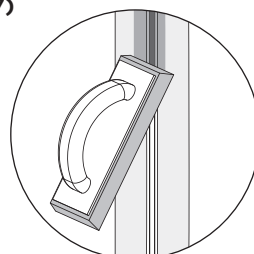

Fig. 17
- 7.4 Appliquez le coulis à l'aide de l'applicateur en caoutchouc en utilisant le côté de 4 po pour remplir complètement le joint. Veillez à rester sur le ruban à masquer, afin d'éviter d'égratigner le panneau. **(Fig. 17)**